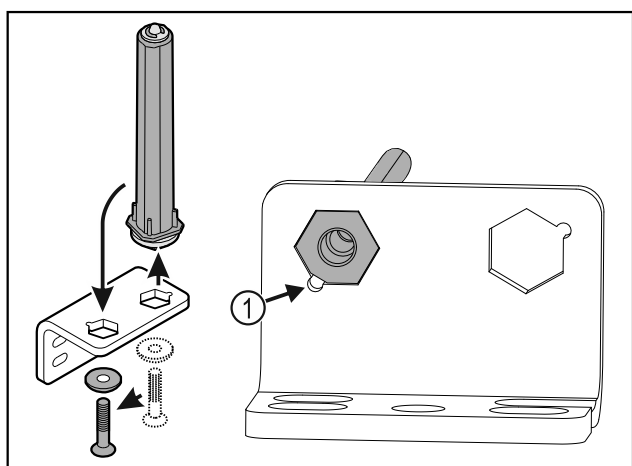

Fig. 38
- ▶ Bodite pozorni, da pri vstavljanju izravnalne točke sornika Fig. 38 (1) kažejo v smeri okrogle luknje.